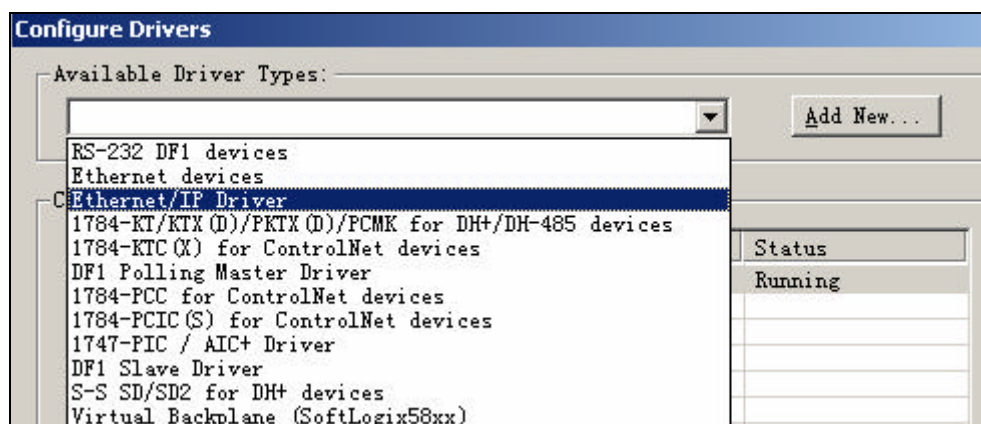

图 6-3 选择 Ethernet/IP 驱动
(1) 单击 *Start*→*Programme*→*Rockwell Software*→*RSLink*→*RSLink*，启动 RSLink。单击  图标，选择如下的驱动，如图 6-3 所示。
(2) 点击 Add New 添加一个新的 Ethernet/IP 驱动，操作如图 6-3 所示。